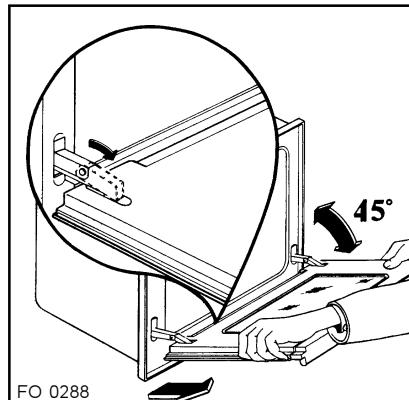

Fig. 7 FO 0288
- individuate le due cerniere che sostengono la porta (fig. 7);
- alzate e ruotate le levette poste sulle due cerniere (fig. 7);
- tirate la porta verso di Voi, estraendola dalla sua sede (fig. 7);